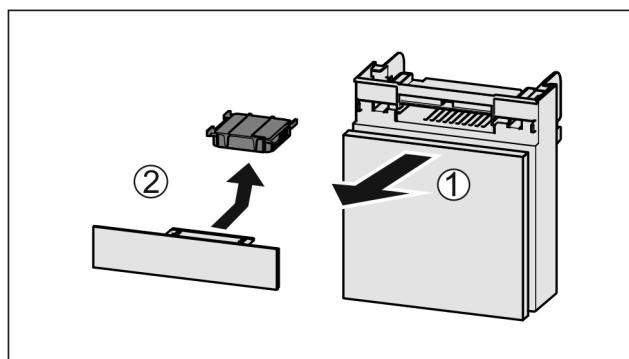

Fig. 132
- Вытянуть Fig. 132 (1) отделение движением вперед.
- Извлечение Fig. 132 (2) фильтра с активированным углем.